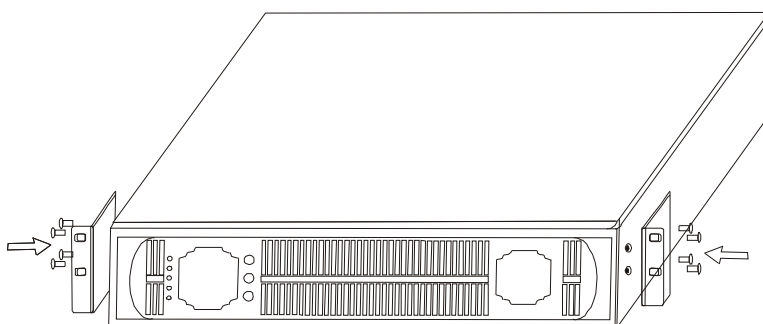

Рис.3-6
3. Соедините угловые элементы с ИБП при помощи винтов (см. рис. 3-6)